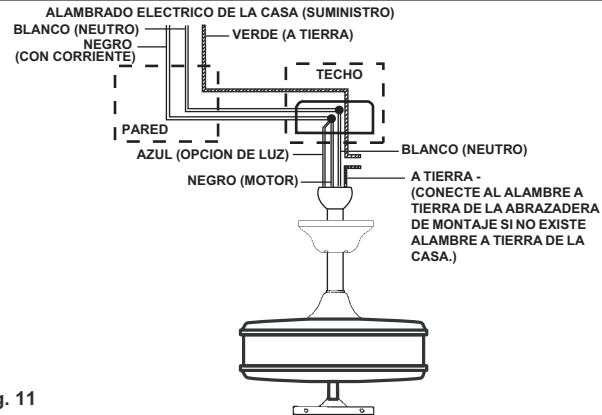

Fig. 11
**Paso 1.** Conecte el Alambre Negro (corriente) de la caja de distribución a los alambres negro y azul del ventilador. Conecte el alambre Blanco (neutral) de la caja de distribución con el alambre blanco del ventilador. (Fig. 11)